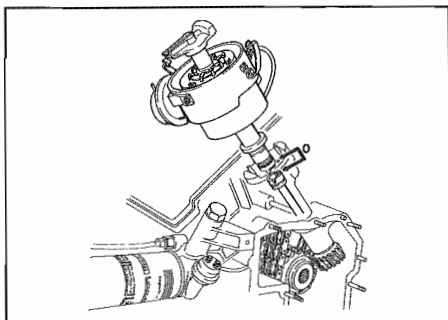
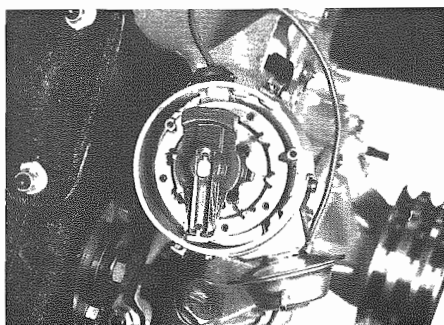

Fig. 136 - Riferimenti "O"
Fig. 137 - Contatto n. 7
- Far coincidere i quattro riferimenti 0 di **Fig. 136**; la spazzola rotante deve essere rivolta verso il contatto n. 7 (**Fig. 137**).
- Line up the four 0 marks of **Fig. 136**; rotating brush towards contact No. 7 (**Fig. 137**).